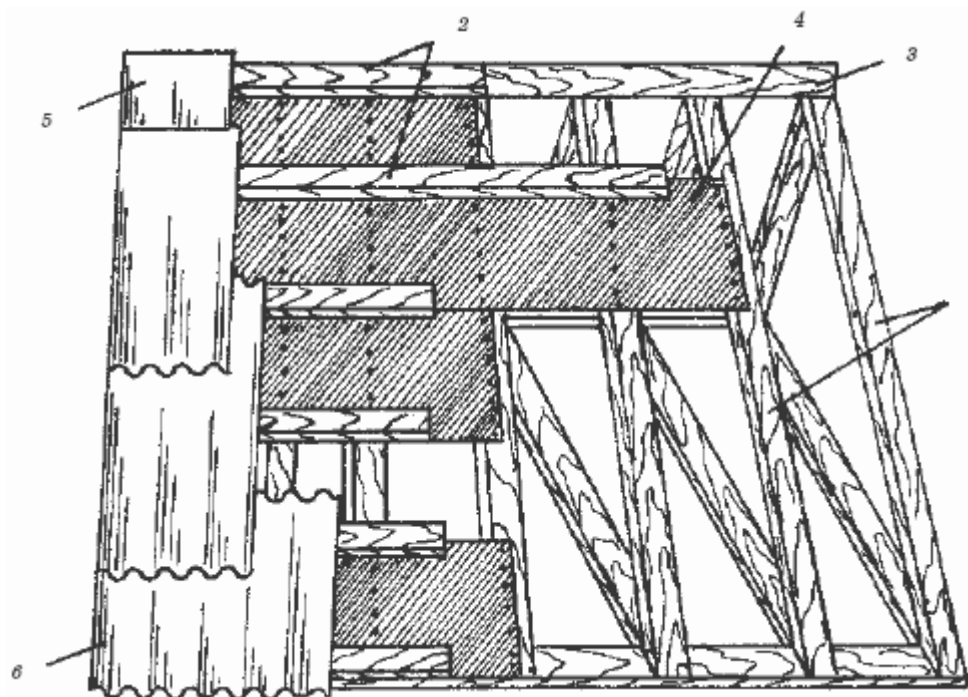

Рис. 107. Элементы асбестоцементной кровли:
- при необходимости листы шифера можно распилить обыкновенной ножовкой (рис. 107).